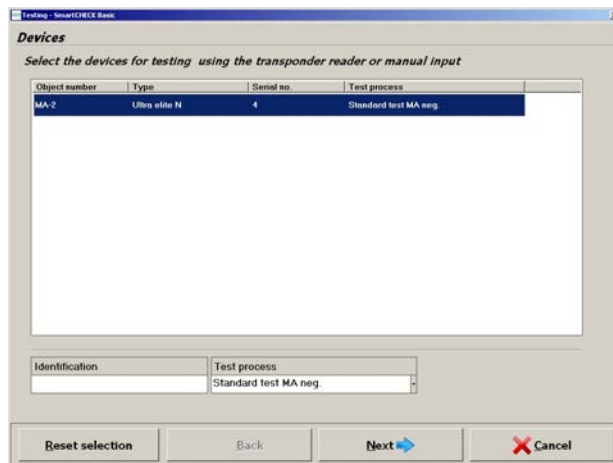

Fig. 18 Selecteren van een apparaat om te testen
- Volgende test [een ander apparaat kan voor het testen worden gekozen, → afb. 18]